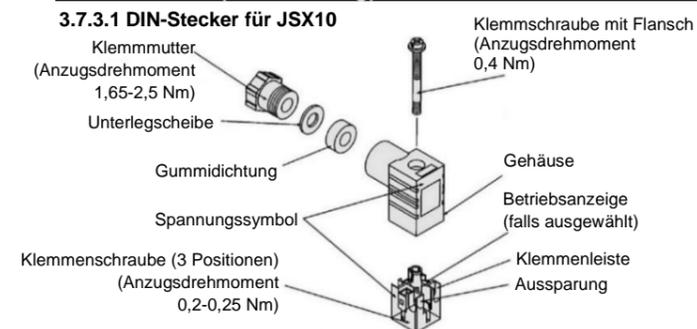

Abb. 7 Aufbau des DIN-Steckers für JSX10
- Ziehen Sie die Schrauben und Anschlüsselemente entsprechend Abbildung 7 oder 8 fest.